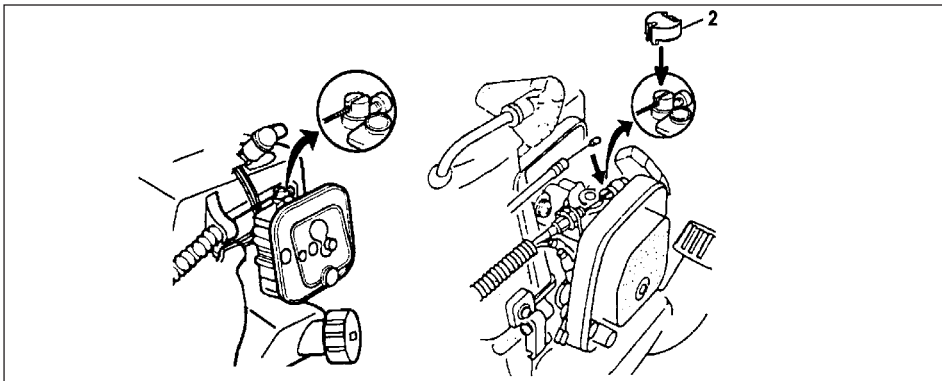

Fig. 1-6
Koppla gasregleringskabelns ände till förgasaren och montera svänghuvudets kåpa (2) (om denna utrustning finns) från verktygsväskan på svänghuvudet. (Fig. 1-6)